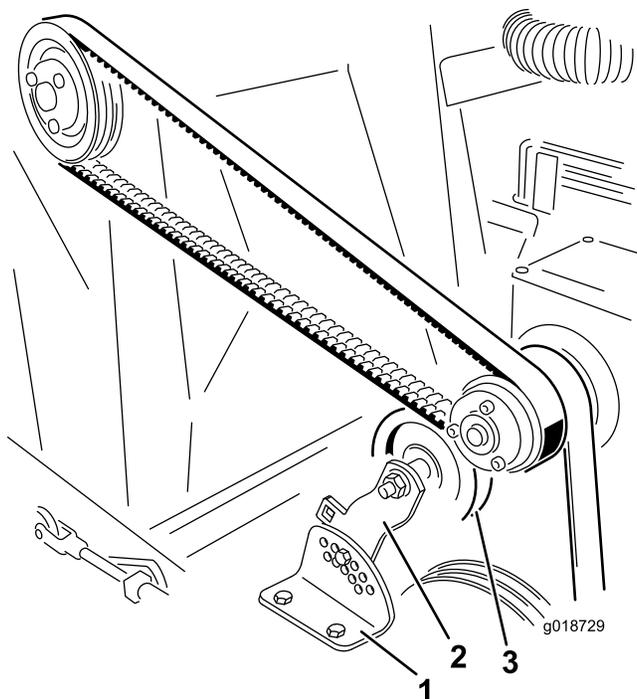

図 23
2. アイドラプーリのブラケットをテンション調整ブラケットに固定しているナットとボルトを外す 図 23。